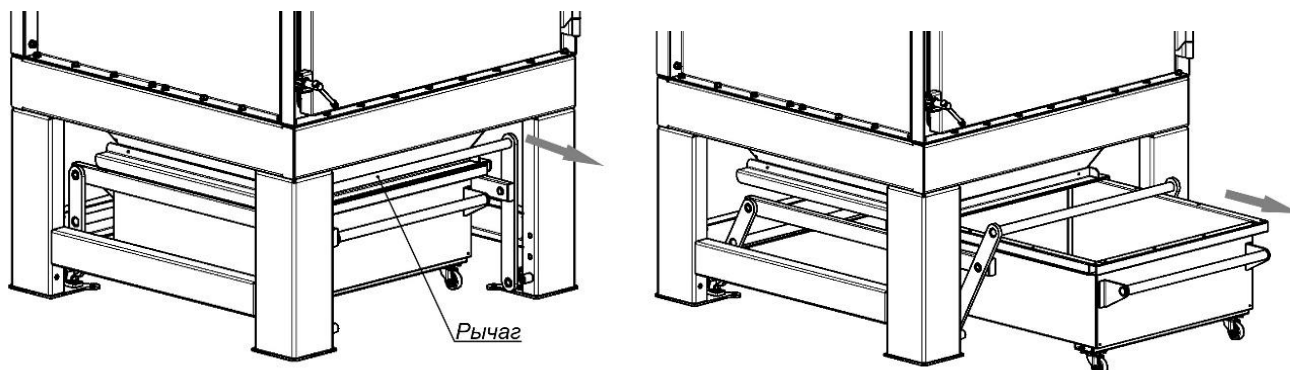

Рисунок 14
- 2) потянуть за рычаг механизма поджатия пылесборника (рисунок 14);